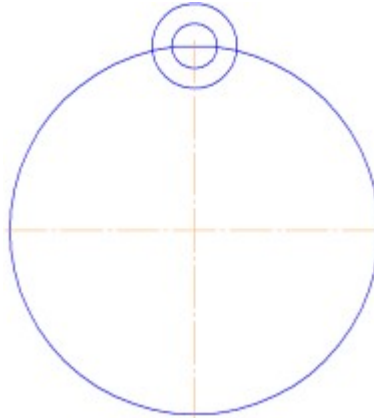

Рисунок 3. Пример построения двух окружностей
3. Для построения внешнего контура, постройте окружность диаметром **130 мм**. Для чего, вызовите команду либо из списка наборов **Черчение ⇒ Геометрия ⇒ Окружность** , либо в меню **Черчение ⇒ Окружности ⇒ Окружность**. Постройте еще две окружности диаметрами **30 мм** и **16 мм** (рис. 3).